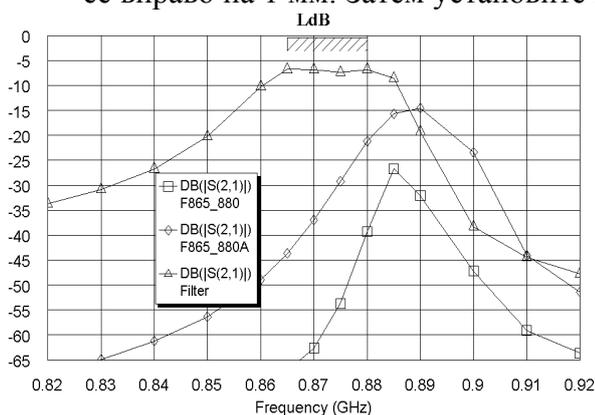

Рис. 3.146
6. Установите курсор на имя электромагнитной структуры в левом окне проекта и, нажав левую кнопку мышки, переместите курсор на группу **EM Structures**. Переименуйте созданную копию структуры в **F865_880A**. Дважды щёлкните по третьему резонатору. Установите курсор на ромбик посередине правой стороны этого резонатора и сдвиньте её вправо на 1 мм. Затем установите курсор на ромбик посередине левой стороны этого резонатора и сдвиньте его также вправо на 1 мм. Таким образом, мы уменьшили зазор между третьим и четвёртым резонаторами на 1 мм, сохранив ширину резонатора. Дважды щёлкните по второму резонатору и сдвиньте его вправо на 2 мм, уменьшив зазор между вторым и третьим резонаторами на 1 мм. Дважды щёлкните по первому резонатору и сдвиньте его вправо на 3 мм. Аналогично сдвиньте влево пятый резонатор на 1 мм, шестой резонатор на 2 мм и седьмой резонатор на 3 мм. Дважды щёлкните по входному проводнику, установите курсор на ромбик посередине правой стороны и сдвиньте эту сторону вправо до соединения с первым резонатором. Аналогично соедините выходной проводник с последним резонатором. Сделайте активным окно графика и щёлкните по значку **Analyze** на панели инструментов. График показан на рис. 3.146, характеристика приближается к требуемой.
курсор на ромбик посередине правой стороны и сдвиньте эту сторону вправо до соединения с первым резонатором. Аналогично соедините выходной проводник с последним резонатором. Сделайте активным окно графика и щёлкните по значку **Analyze** на панели инструментов. График показан на рис. 3.146, характеристика приближается к требуемой.
Аналогично сдвиньте влево пятый резонатор на 1 мм, шестой резонатор на 2 мм и седьмой резонатор на 3 мм. Дважды щёлкните по входному проводнику, установите курсор на ромбик посередине правой стороны и сдвиньте эту сторону вправо до соединения с первым резонатором. Аналогично соедините выходной проводник с последним резонатором. Сделайте активным окно графика и щёлкните по значку **Analyze** на панели инструментов. График показан на рис. 3.146, характеристика приближается к требуемой.